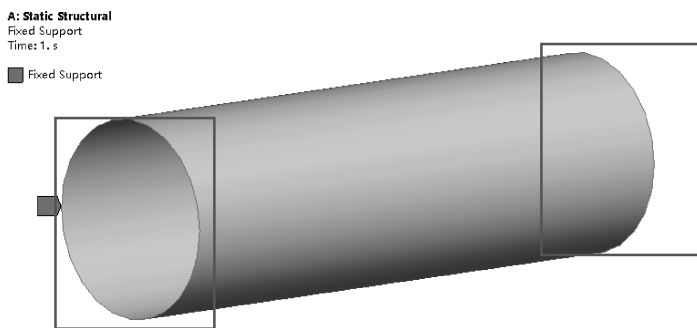

图 4-74 施加约束
(3) 施加约束：在标准工具栏中单击，选择筒体两端边线，接着在环境工具栏中单击【Supports】→【Fixed Support】，如图 4-74 所示。在这里，筒体两端得到封头、加强圈、法兰等构件的加强，以使筒体两端保持圆形截面形状，故采取这种约束方式。